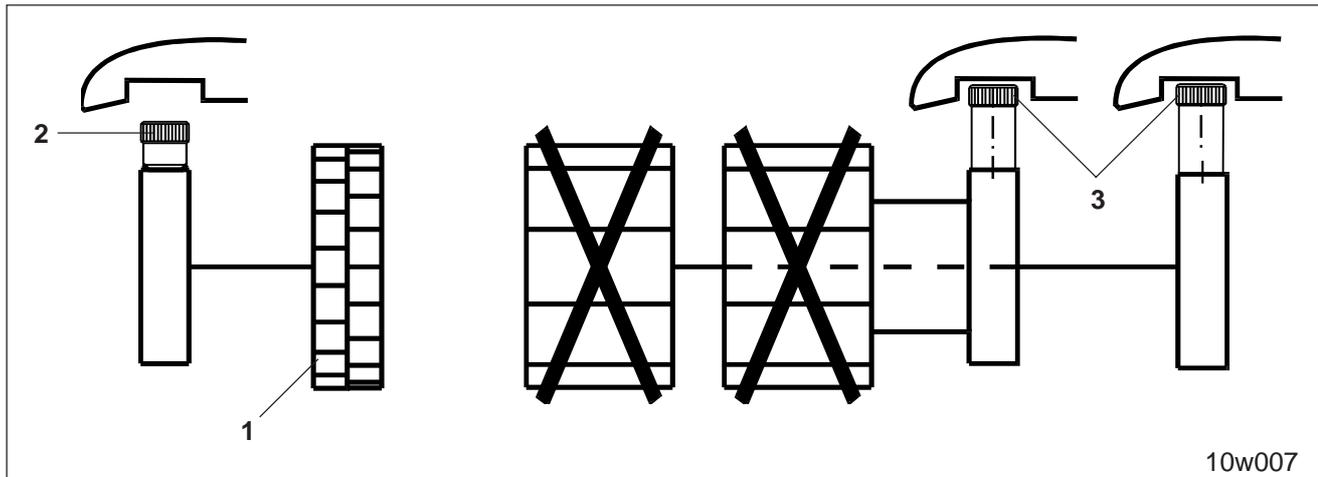

Fig. 15.6
Zur Aussaat mit dem Feinsärad (Fig. 15.6/1)
- Rändelschraube (Fig. 15.6/2) des Feinsärades einschrauben
- Rändelschrauben (Fig. 15.6/3) beider Hauptsäradler herausdrehen.